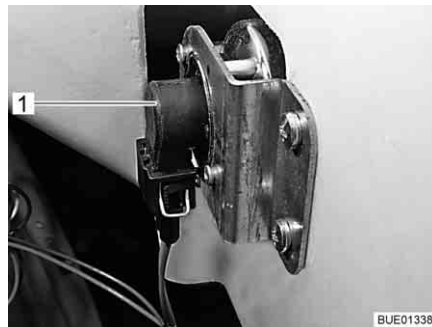

Fig. 286 Intermitentes
- Meter la mano detrás del portalámparas (Fig. 286,1).